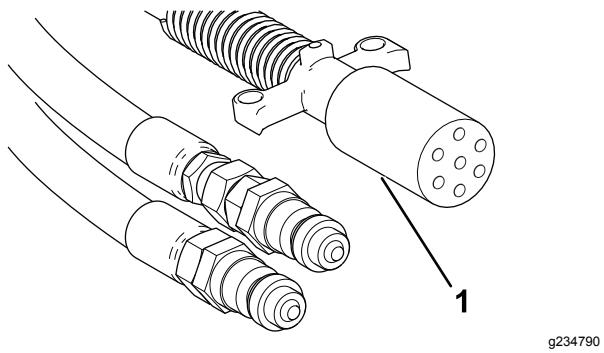

Figura 21
8. Collegate il cavo a spirale a 7 pin alla presa sulla macchina e sul veicolo trainante (Figura 21).